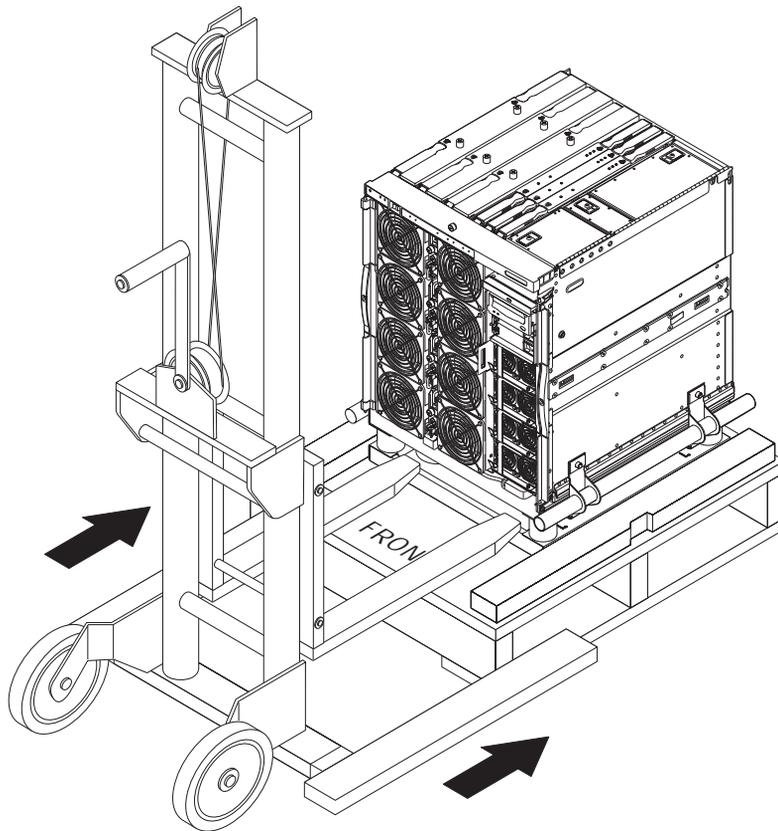

ABBILDUNG 1-10 Einföhren des Hubgeräts in das Versandgestell
2. Schieben Sie die Gabeln des Hubgeräts vollständig durch die Öffnung des Versandgestells (ABBILDUNG 1-10).